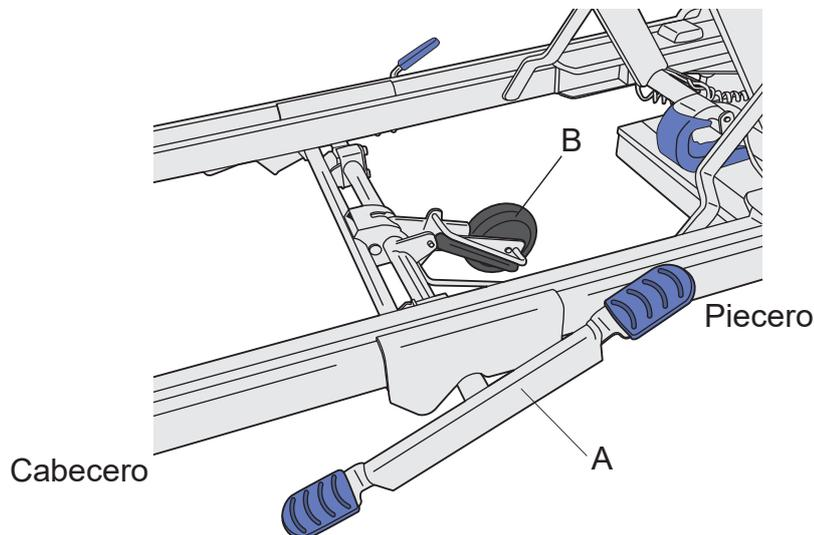

Fig. 1 - Pedal de activación de la quinta rueda
1. Pise el pedal de activación de la quinta rueda (A) más cercano al cabecero. **(Véase la fig. 1).**
1. Pise el pedal de activación de la quinta rueda (A) más cercano al piecero. **(Véase la fig. 1).**
2. Compruebe que la quinta rueda (B) se eleva del suelo.